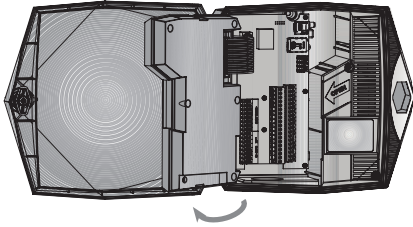

Figura 1: Tapa del controlador abierta
1. Destrabe y abra la tapa del controlador (Figura 1).
1. Destrae y abra la tapa del controlador (Figura 1).